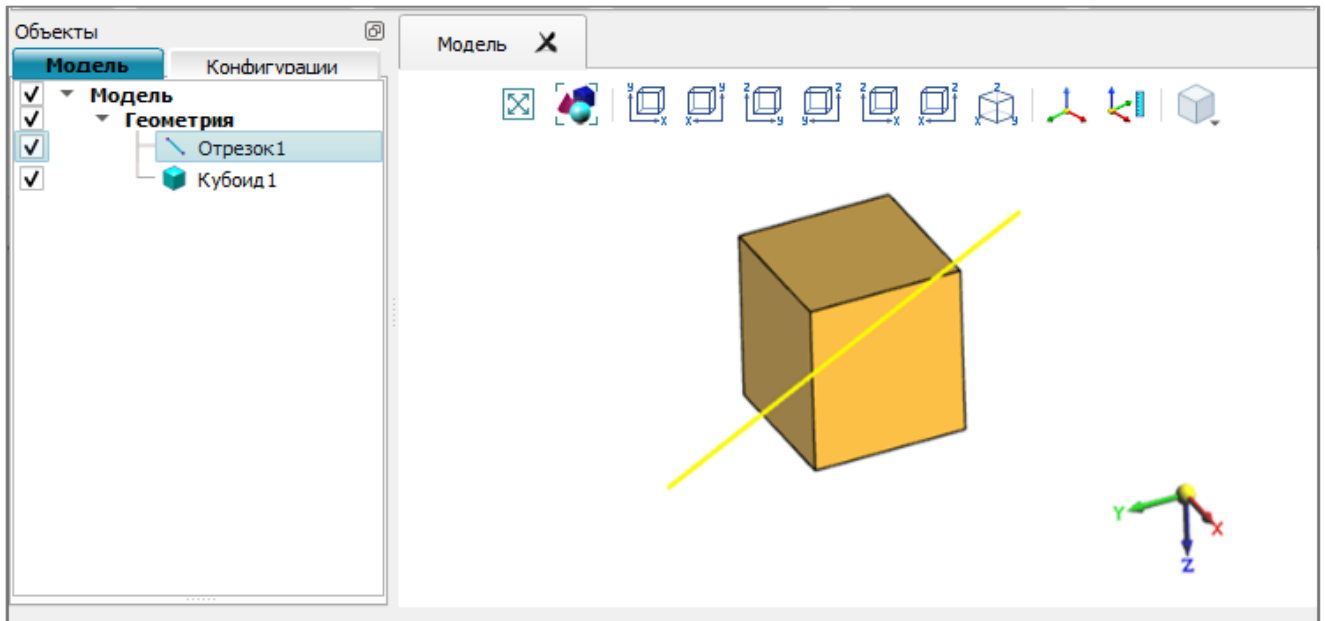

Рис. 30
1) выделить в дереве или в окне визуализации объект *Отрезок1* (рис. 30);